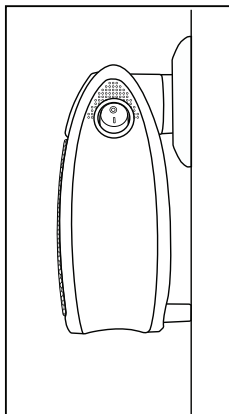

Fig. 1
- Produktet må kun anvendes i en stikkontakt i oprejst stilling og helt monteret. Afstandsholderne **10** på bagsiden skal røre ved væggen (se fig. 1).